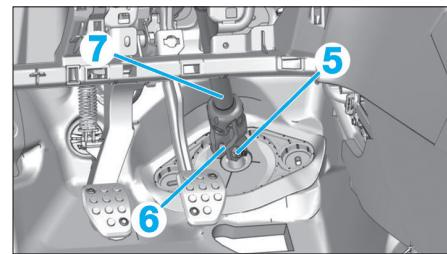

Fig. 24
- l'écrou (5) (Fig.24),
- la vis (6).
- Désaccoupler la colonne de direction (7) du boîtier de direction et l'écartez vers la gauche.